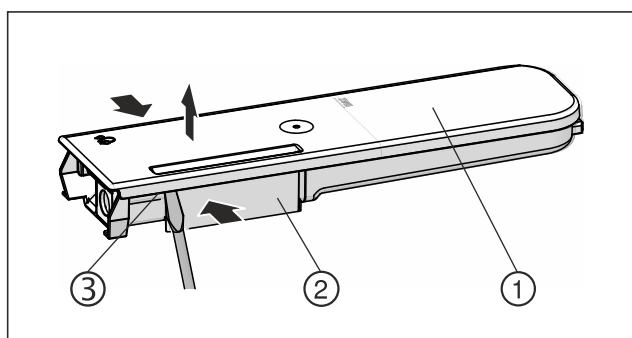

Fig. 135
- Wasserbehälter Fig. 135 (2) zusammendrücken und Deckel Fig. 135 (1) vorsichtig über die Rastnasen Fig. 135 (3) hebeln und hochziehen.
- Deckel Fig. 135 (1) leicht hin- und herbewegen und nach oben entnehmen.